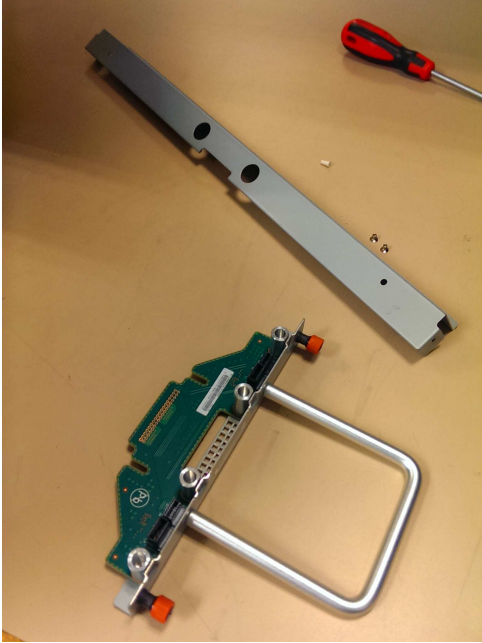

図 103. シャーシの FIB 部品
1. 新しい FIB、カバー、およびカバーのねじ ( 117 ページの図 103 を参照) を安全な場所に置きます。